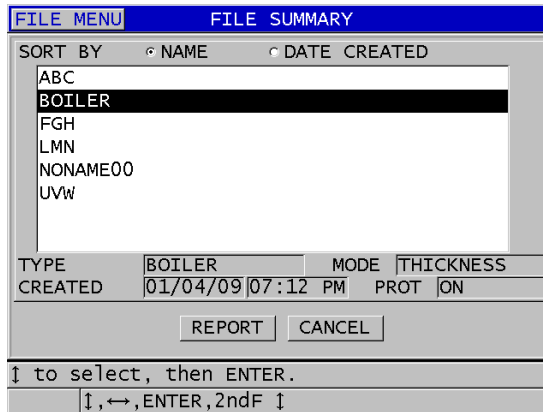

図 11-30 ファイルサマリーレポート画面
4. ファイルサマリー画面で、以下の操作を行います（223ページの図11-30を参照）。